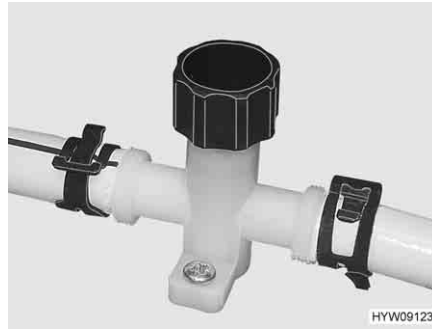

Fig. 140 Rubinetto di scarico
- Chiudere tutti i rubinetti di scarico. A tal fine, ruotare in senso orario il coperchio (Fig. 140) del rubinetto di scarico.